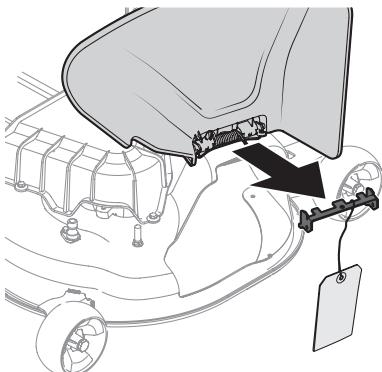

Figura 2-5
1. Inspeccione la plataforma de la cortadora para ver si hay una traba de seguridad que puede estar sujetando el deflecto del canal hacia arriba para el envío. Si la traba está presente, se la debe extraer antes de hacer funcionar el tractor. Sosteniendo el canal deflecto totalmente hacia arriba, extraiga la traba de seguridad. Baje el canal deflecto y descarte la traba de seguridad. Vea la Figura 2-5.